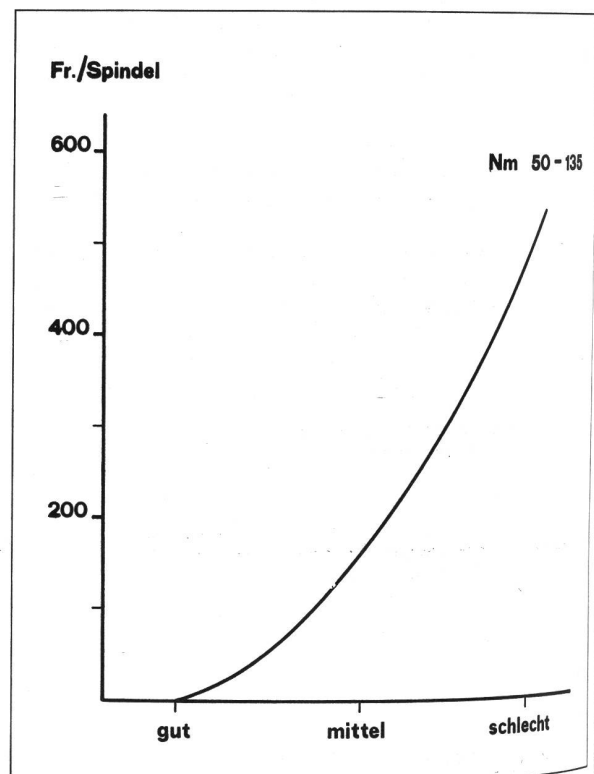

Abb. 11 Ringspinn-Weberei Laufverhalten kapitalisiert
Aus diesen technologischen Ergebnissen wird klar, dass bei Investitionen für eine Kämmerei stets eine gesamtwirtschaftliche Betrachtung vom Rohstoff bis zum Fertigartikel angestellt werden muss. Schliesslich sind nicht nur die reinen Kosten der Kämmerei, sondern vor allem auch die Folgekosten zu berücksichtigen. Diese ergeben sich insbesondere auch aus dem Laufverhalten in der Weiterverarbeitung, der Qualität des Endartikels und der Einsparung von Abgang. Kapitalisiert man z.B. nur die Kosten der Fadenbrüche in Spinnerei und Weberei, so erkennt man in Abb. 11, welches Investitionspotential pro Jahr zur Verfügung steht (9).